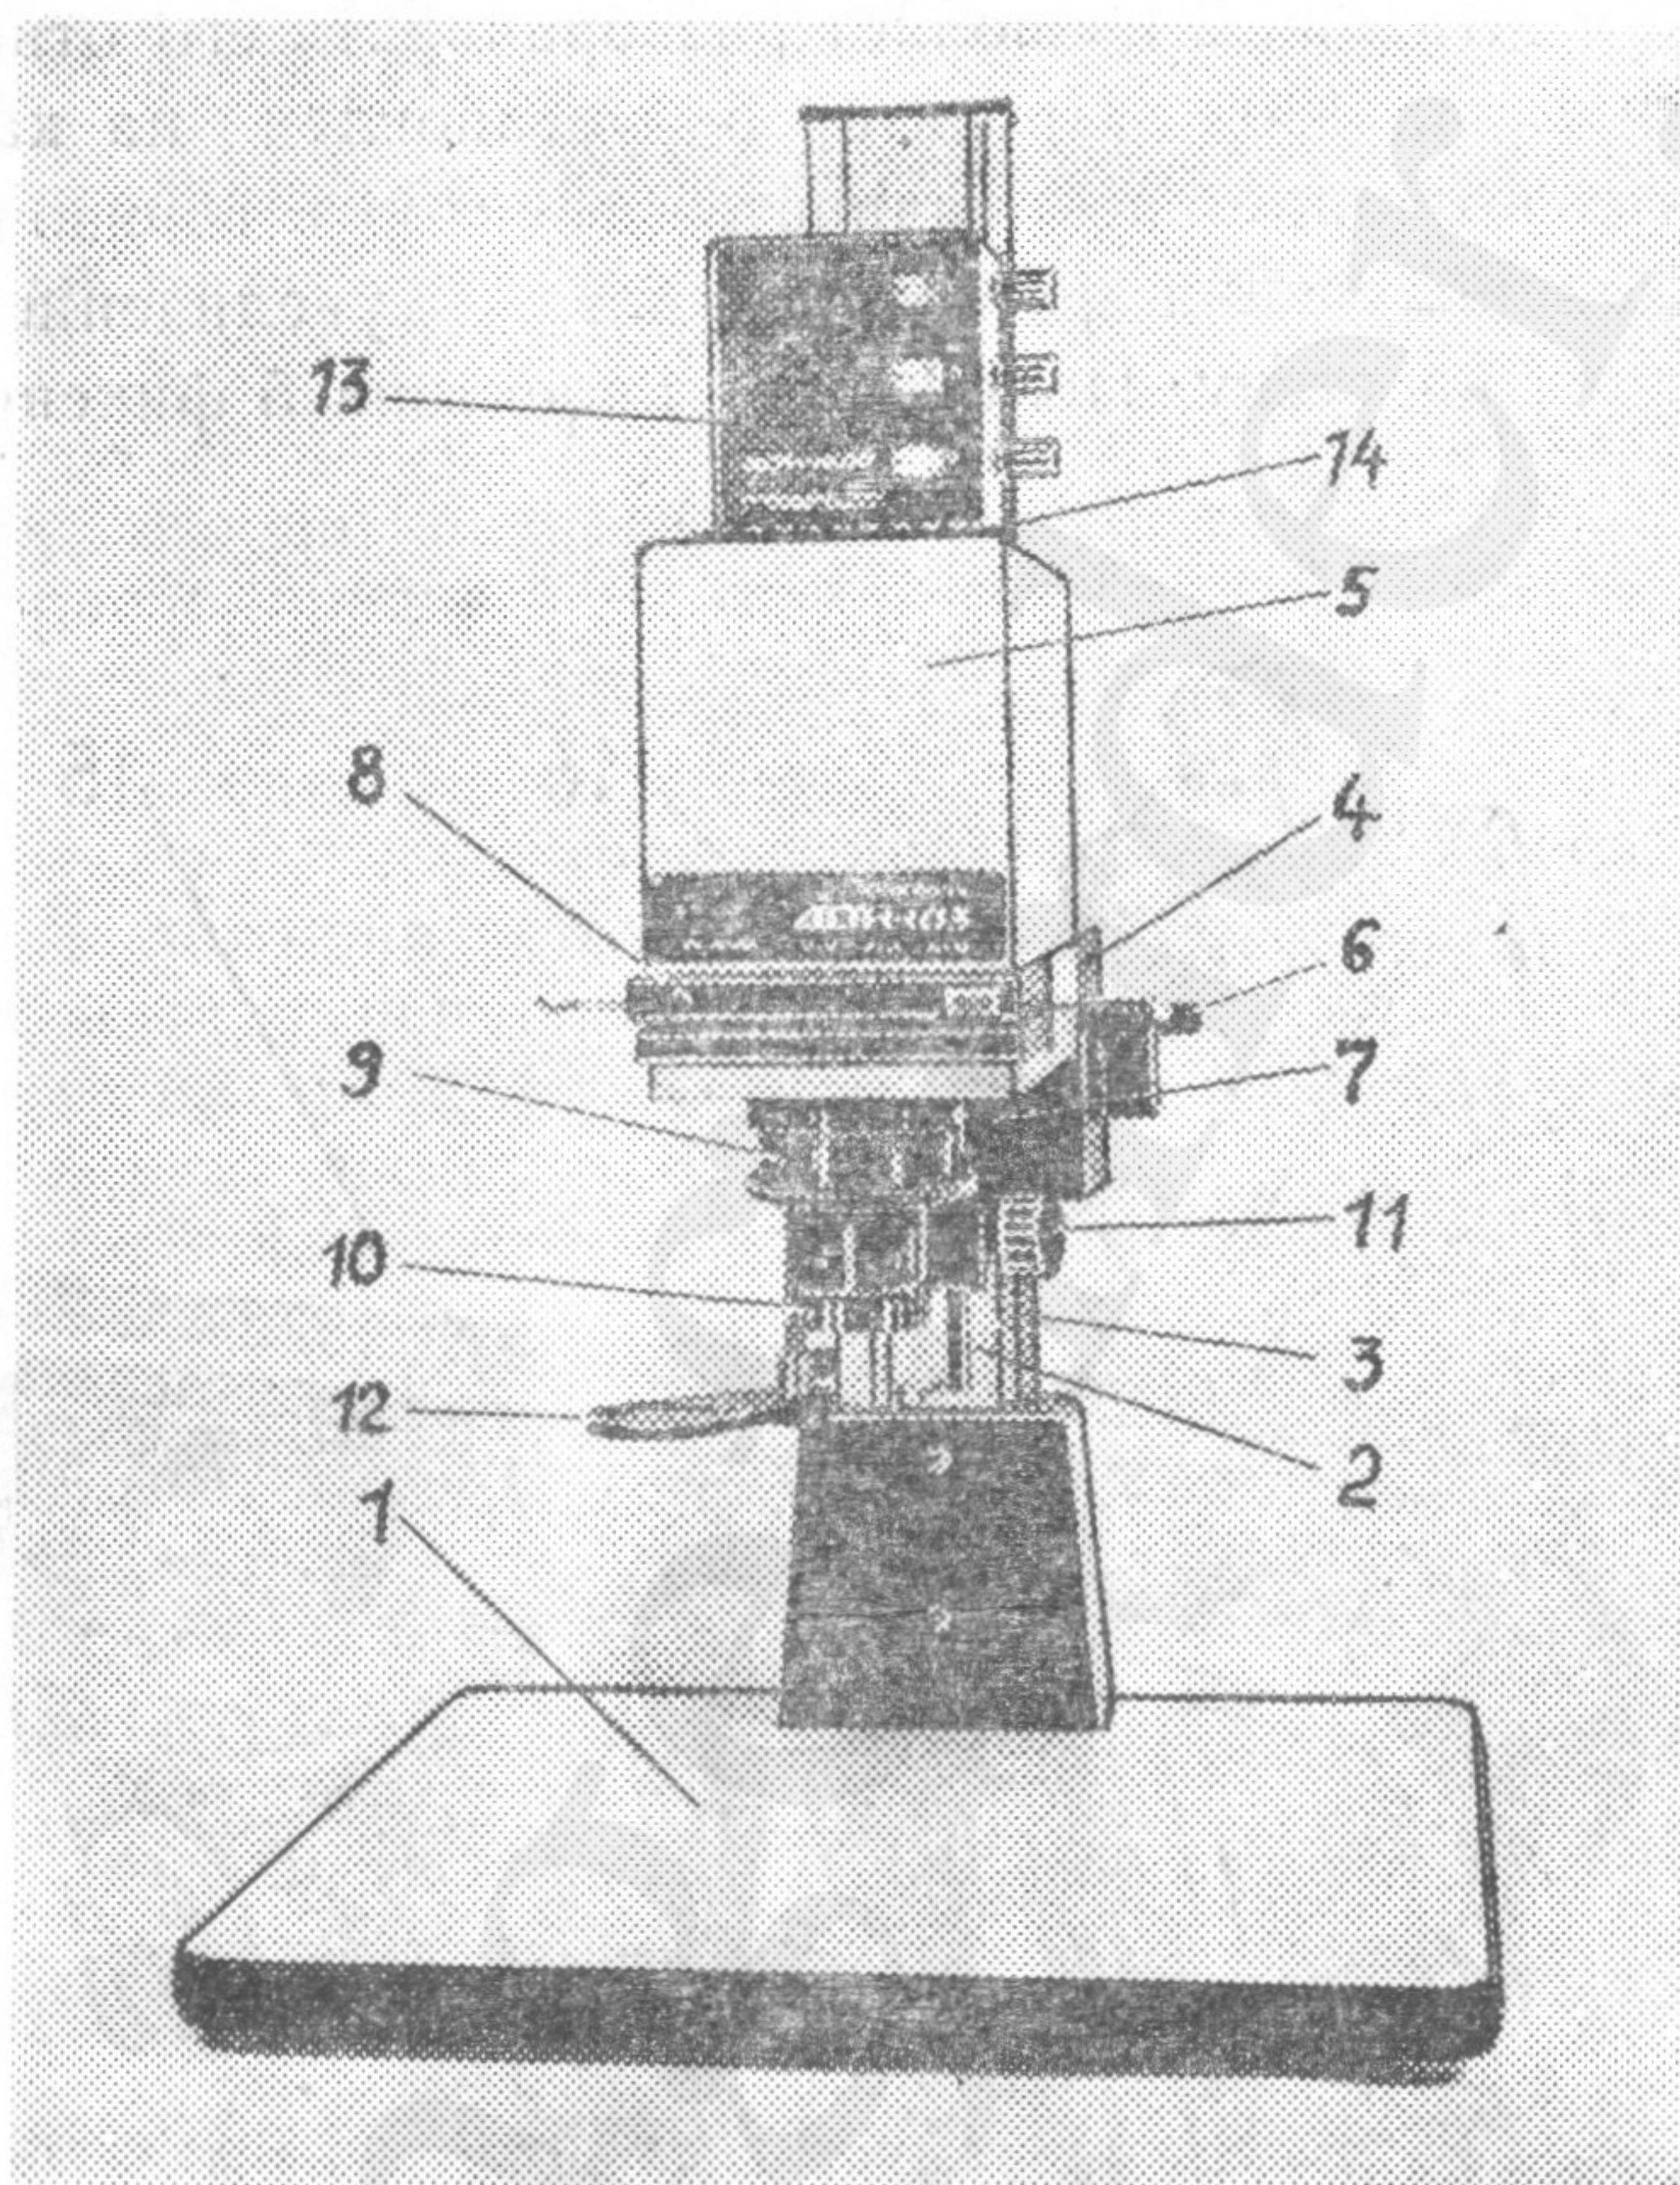
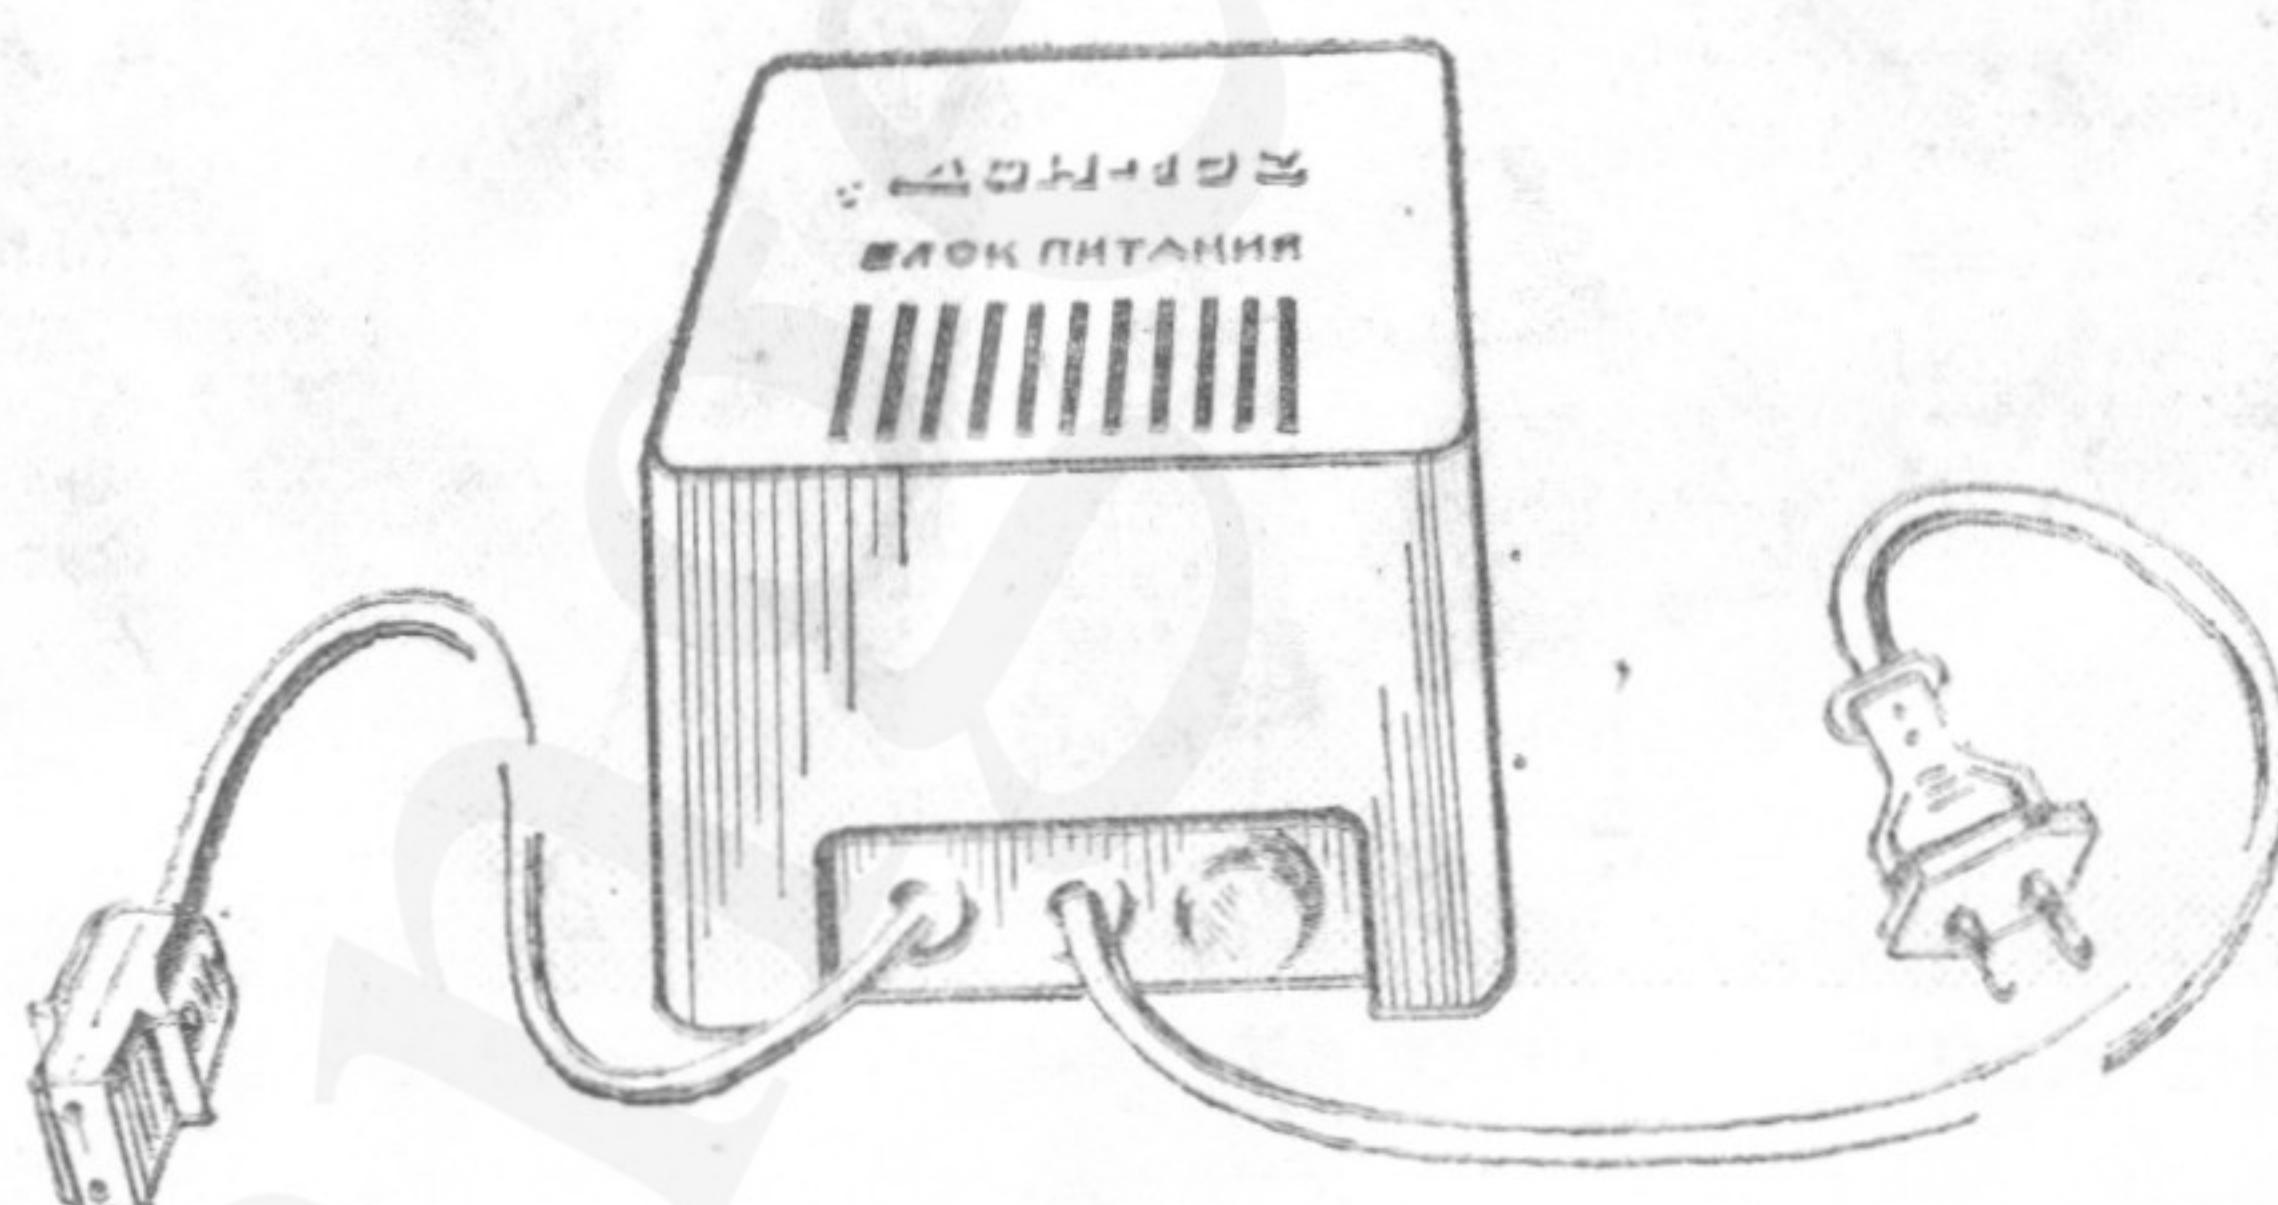
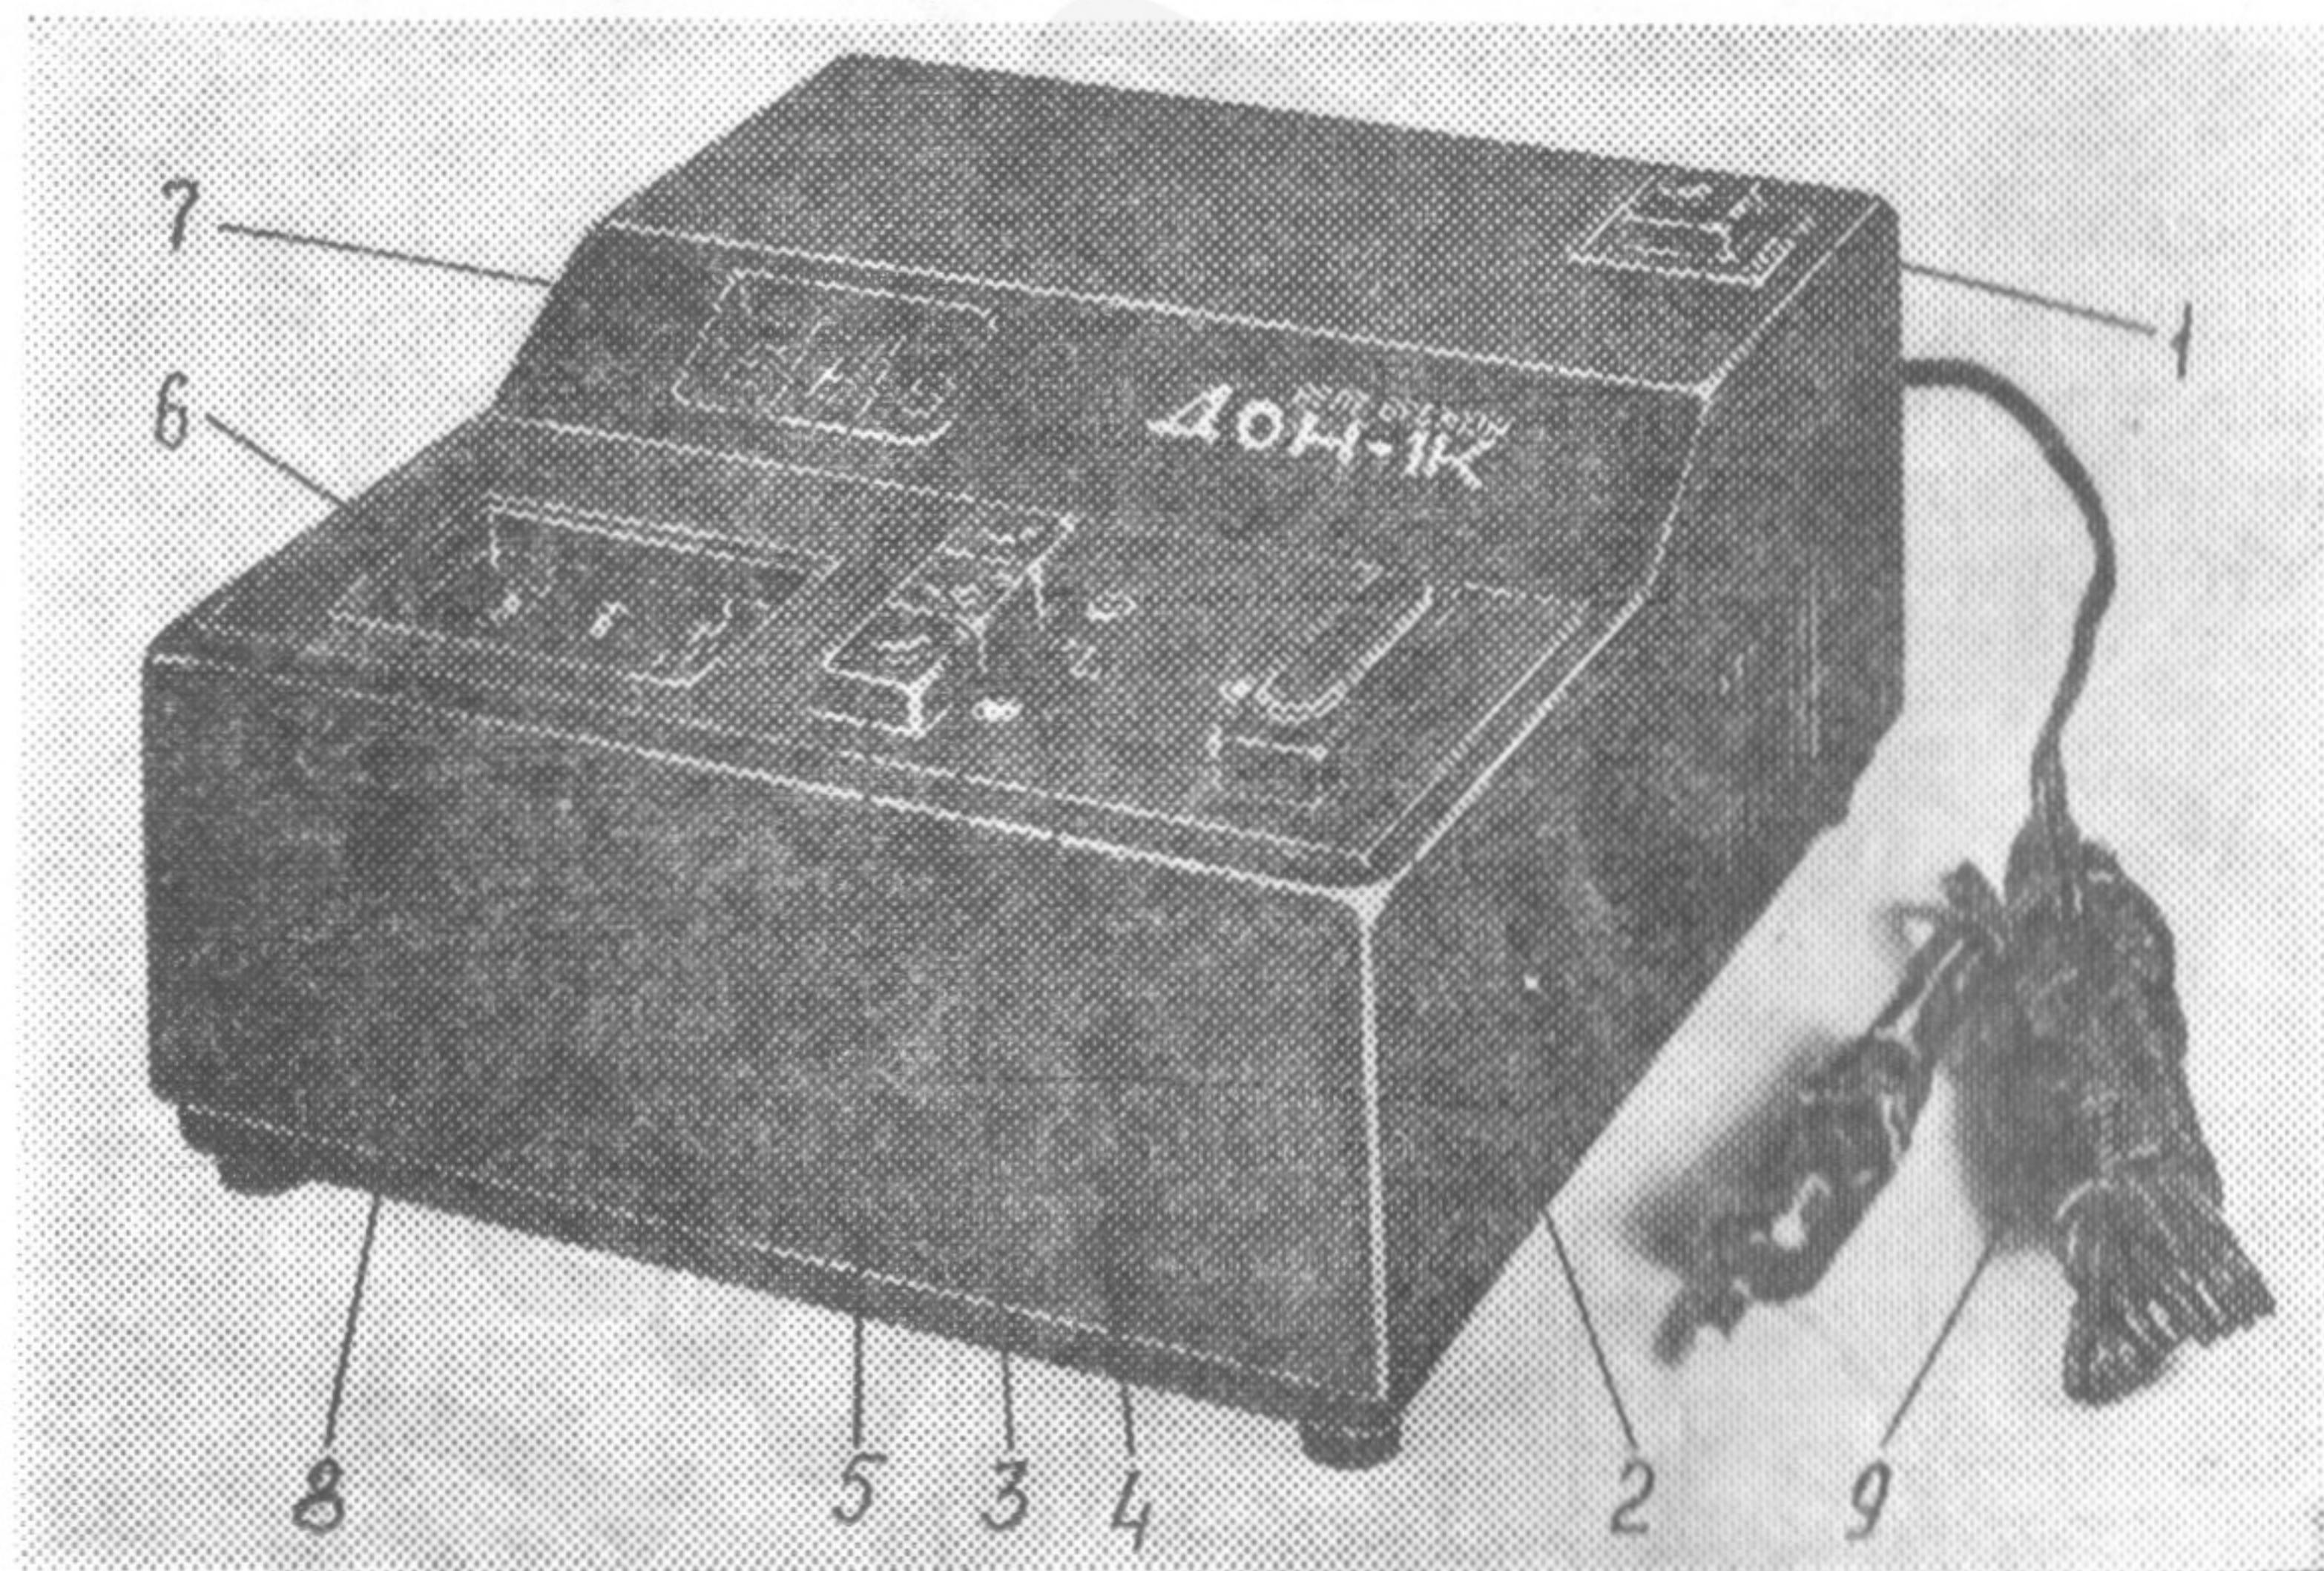

Рис. 1.
Рис. 3.
Рис. 4.
Конструкция фотоувеличителя показана на рис. 1.
Фотоувеличитель включается в сеть через блок питания (рис. 3) и реле времени (рис. 4).
Реле времени (рис. 4) является сложным электронным прибором, позволяющим производить отсчет выдержек в интервале от 0,1с до 99,9с через 0,1с и в интервале от 1с до 999с через 1с. Оно имеет кнопку 1 СЕТЬ — включение реле в электрическую сеть, трехсекционный переключатель 6 — для набора необходимого времени выдержки, цифровой индикатор 7 установленной выдержки, кнопку 2 ПУСК — включение отсчета времени, кнопку 3 — ди-
1) установите основание 1 (см. рис. 1) фотоувеличителя на устойчивую базу, закрепив штатив 2 к кронштейну основания 1 с помощью винта и гайки;
6) подключите блок питания (см. рис. 3) к проектору 5 (см. рис. 1) и к реле времени (см. рис. 4);
7.2. Вложите негатив в негативодержатель 8 и установите его в паз проектора 5 (см. рис. 1).
7.3. Включите реле времени кнопкой 1 СЕТЬ (см. рис. 4).
7.4. Установите проектор 5 на требуемую кратность увеличения с помощью рукоятки 6 (см. рис. 1). Кратность увеличения определяется по шкале на штативе 2 на уровне указателя, имеющегося у нижнего среза каретки 4.
7.5. Включите лампу проектора нажатием кнопки **ЛАМПА** на реле времени (см. рис. 4).
7.6. Произведите настройку на резкость. Для этого необходимо выдвинуть негативодержатель из паза проектора 5 (см. рис. 1) до упора. При этом на основании 1 появится изображение щели. Вращая ручку 11, добейтесь наиболее четкого изображения щели без излома прямых линий, после чего задвиньте негативодержатель обратно в паз проектора до упора.
7.8. Установите в зависимости от плотности негатива требуемую выдержку с помощью переключателя на реле времени (см. рис. 4).
8.2. Устранение люфта в опорах каретки 4 (см. рис. 1):